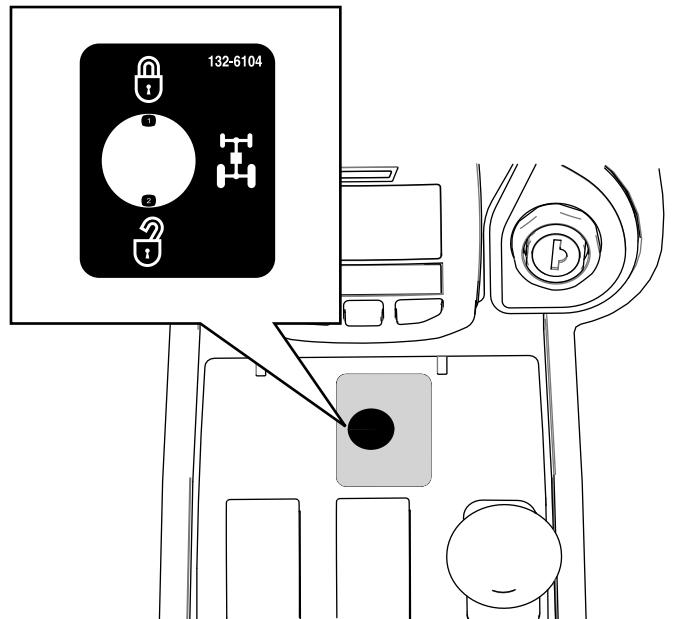

Figure 17
2. Placez l'autocollant de fonctionnement 4RM au-dessus du trou que vous avez percé (Figure 17).